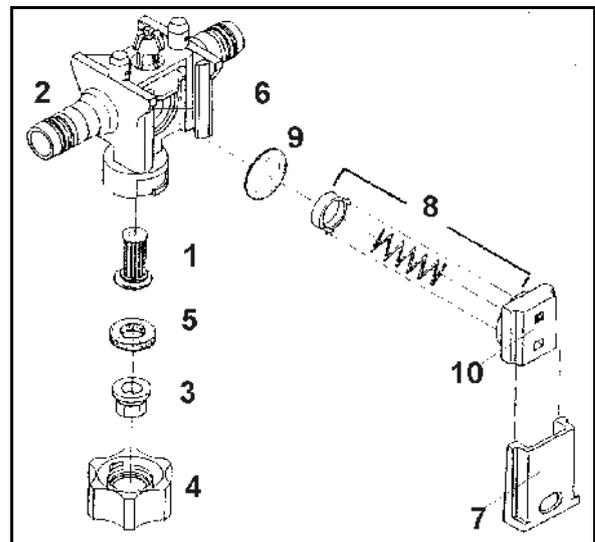

Fig. 166
Kontrollieren Sie von Zeit zu Zeit den Sitz des Schiebers (Fig. 166/7).
- Hierzu den Schieber so weit in den Düsenkörper (Fig. 166/2) einschieben, wie dies mit mäßiger Daumenkraft möglich ist.
1. Den Düsenfilter (Fig. 166/1) von unten in den Düsenkörper (Fig. 166/2) einsetzen.
2. Die Düse (Fig. 166/3) in die Bajonettmutter (Fig. 166/4) einlegen
3. Gummidichtung (Fig. 166/5) oberhalb der Düse einlegen.
Ablagerungen am Membransitz (Fig. 166/6) sind die Ursache für ein **nicht** nachtropffreies Abschalten der Düsen bei abgeschaltetem Gestänge. Dann die entsprechenden Membrane wie folgt reinigen:
1. Den Schieber (Fig. 166/7) aus dem Düsenkörper (Fig. 166/2) in Richtung Bajonettmutter herausziehen.
2. Das Federelement (Fig. 166/8) und die Membrane (Fig. 166/9) herausnehmen.
3. Den Membransitz (Fig. 166/6) reinigen.
Auf die richtige Einbaurichtung des Federelementes achten. Die rechts und links abgesetzten, ansteigenden Kanten am Gehäuse des Federelementes (Fig. 166/10) müssen beim Einbau in Richtung Gestängeprofil ansteigen.